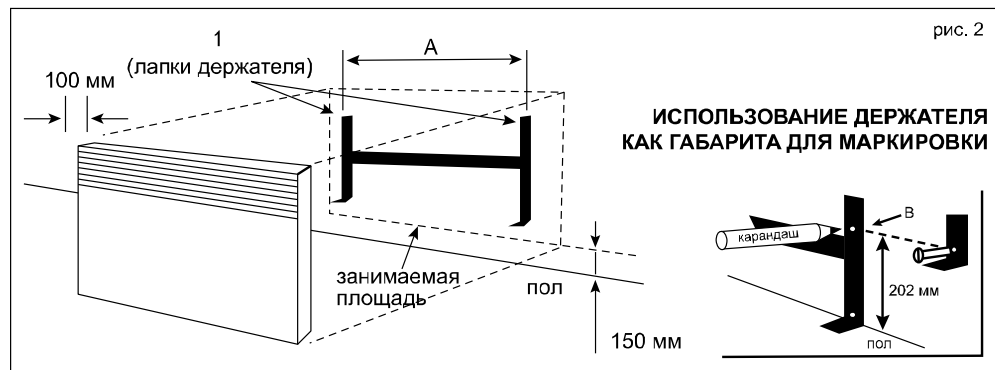

рис. 2
- Освободите держатель с двумя лапами от прибора 1, рис. 2
- Используйте держатель, поставленный на пол около стены ( для держателя формы Н) в качестве маркировки установочных размеров. Отметьте точкой (В, рис. 2) нижнее положение прибора.